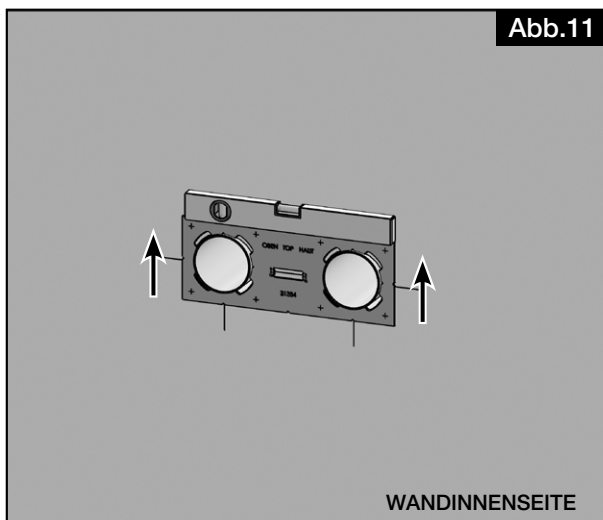

Abb.11
5. Die Montageschablone um das definierte Maß nach oben verfahren, um das Kondensatgefälle von 2° nach außen herzustellen. Mit der Wasserwaage die horizontale Ausrichtung der Wandeinbauhülsen einstellen (siehe Abb.11).